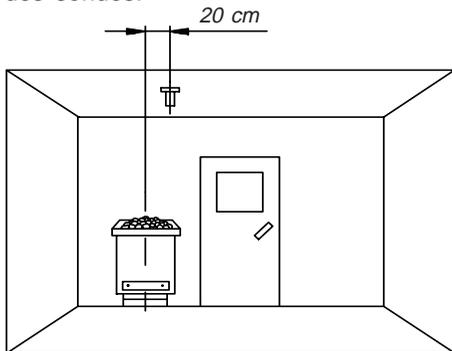
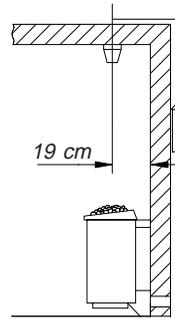

Fig. 6
Fig. 7
Tenez compte que les indications ci-après se réfèrent aux valeurs qui ont été spécifiées lors du contrôle de l'appareil selon EN 60335-2-53. La sonde du poêle doit systématiquement être montée à l'endroit où les températures maximales sont attendues. La Fig. 6 vous donne un aperçu des emplacements de montage des sondes.
1. La sonde du poêle est montée à l'intérieur des cabines aux dimensions maximales de 2 x 2 m conformément à la Fig. 6 et Fig. 7 et conformément aux Fig. 6 et 8.1 lorsque les cabines sont plus grandes.